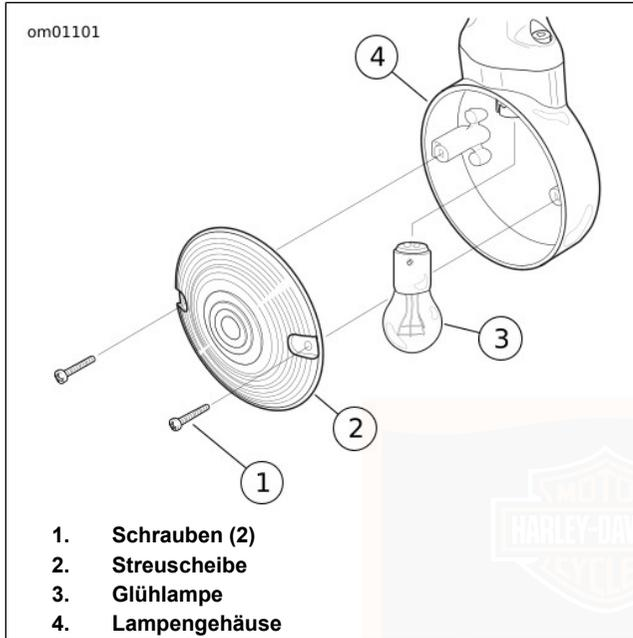

Abbildung 62. Blinker-Baugruppe: Flachglasausführung
1. Siehe Abbildung 62. Die zwei Schrauben (1) entfernen, um die Streuscheibe (2) vom Lampengehäuse (4) zu lösen.
2. Die Glühlampe (3) zum Ausbauen hineindrücken und gegen den Uhrzeigersinn drehen.
6. Die Streuscheibe (2) mit zwei Schrauben (1) am Lampengehäuse (4) befestigen.